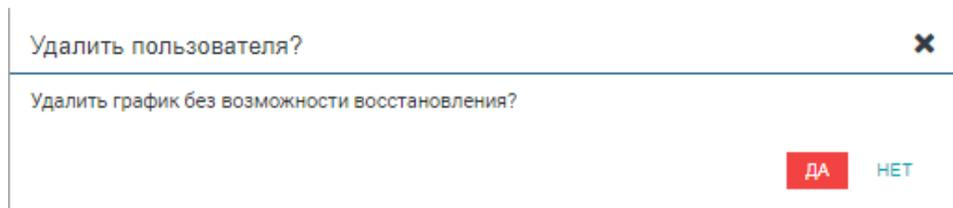

Рисунок 23 — Окно подтверждение удаления графика
9. При удалении графика из списка подтвердите свои действия во всплывающем окне (см.рис.23);